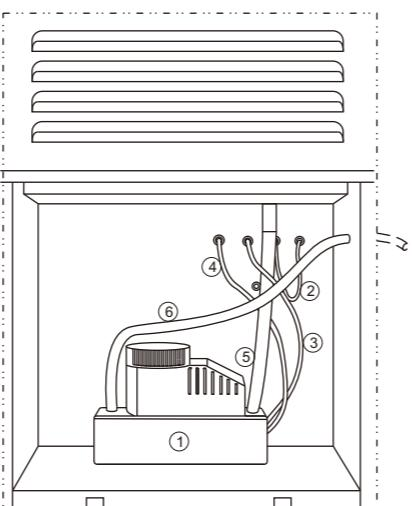

FIG. 4
- Desconecte el cable de la señal (②) de alarma de agua llena de la toma de en medio y enchúfelo en la toma de la derecha para ajustarla.
- Conecte el cable de tensión (④, color negro) de la bomba de agua (①) en la toma de la izquierda.
- Enchufe el cable de la señal de agua llena (③, color azul) de la bomba en la toma de en medio.
- Conecte las mangueras de succión (⑤) y de descarga (⑥) de la bomba de agua (Véase FIG.4)